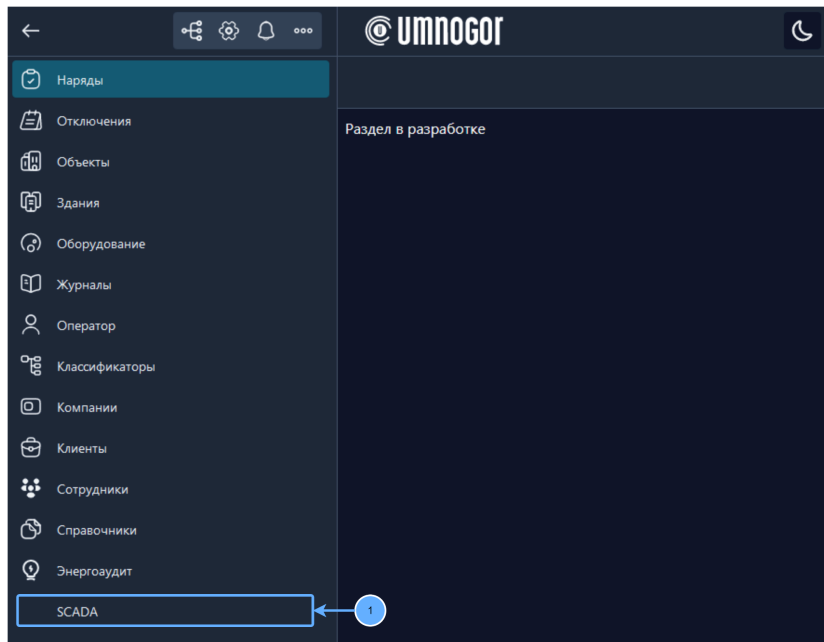

Рисунок 17 – Главная страница ИАС “Умногор”. Выбор модуля SCADA. Откроется основной интерфейс модуля SCADA (рис. 18).
- 2) Выберите раздел SCADA (рис. 17).